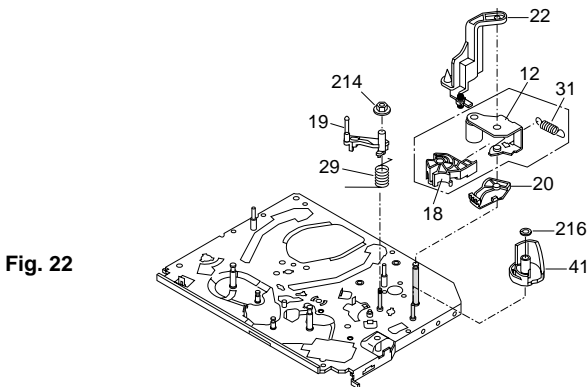

Fig. 22
- Mettre en place la mécanique du levier d'inversion (Pos. 20, Fig. 22).
- Sécuriser la came de galet presseur (Pos. 41) à l'aide d'un circlip (Pos. 216, Fig. 22).